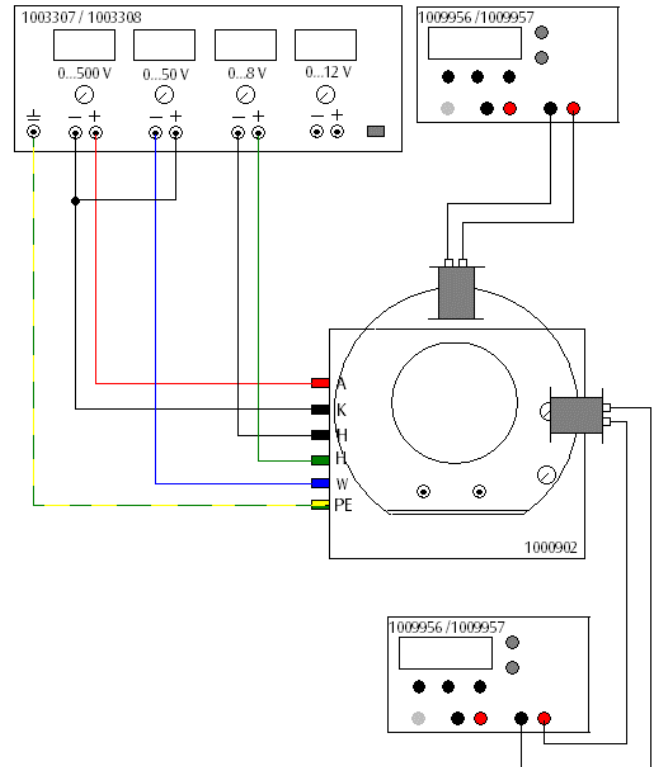

Fig. 4: Posicionamento e ligação das bobinas.
- Fixar uma bobina conforme a Fig. 4 apontando para dentro com eixo disposto horizontalmente no anel de metal.
- Conectar as entradas da bobina (verde, amarelo) ao gerador de funções (ajustado para uma tensão senoidal de 50Hz) conforme Fig. 4. Selecionar a amplitude de forma que o traço que aparece na tela tenha cerca de metade do comprimento do diâmetro da tela.
- Ligar a fonte AC/DC e ajustar a corrente alternada (AC) de forma que surja uma elipse.